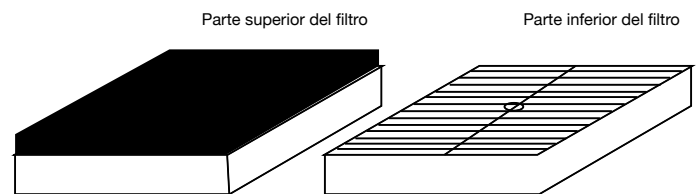

Figura 18 - Filtro de aire
5. Reemplace el filtro de aire con el lado correcto hacia arriba. (Ver Figura 18). Asegúrese de que el filtro esté bien colocado.